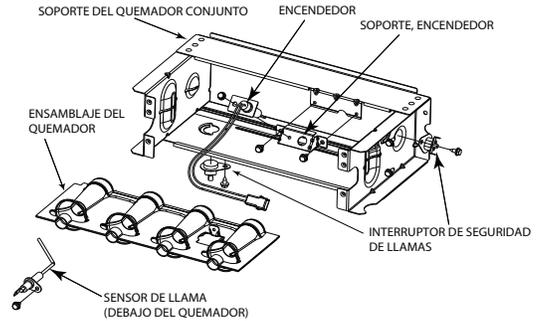
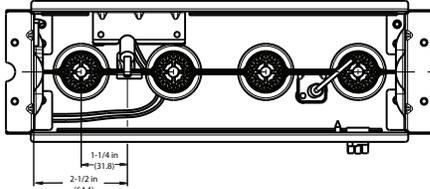
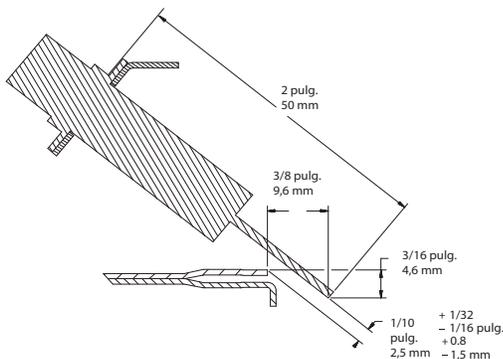

Fig. 69 – Conjunto del quemador
Fig. 70 – Posición del encendedor: vista superior
Fig. 71 – Posición del encendedor: vista lateral
8. Revise la alineación del encendedor; consulte la Fig. 69, la Fig. 70 y la Fig. 71.
- a. Con la ayuda de un destornillador de 1/4 in, quite los dos tornillos que sujetan el soporte de montaje del encendedor al conjunto del quemador; consulte la Fig. 69.
7. Vuelva a conectar el mazo de cables del encendedor al encendedor, y coloque los cables de modo que se asegure de que no se ejerza tensión sobre el encendedor mismo; consulte la Fig. 69.
El encendedor **NO** necesita una inspección anual. Revise la resistencia del encendedor antes de retirarlo; consulte la Fig. 69, la Fig. 70 y la Fig. 71.